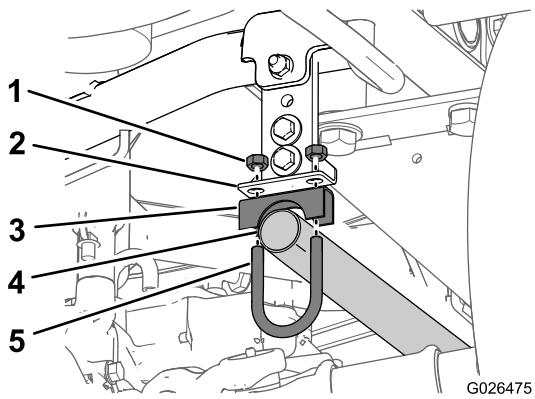

Figure 11
- À l'extrémité ouverte du tuyau d'échappement, soutenez le tuyau en assemblant légèrement un étrier (1-1/4 po), une assise d'étrier (1-1/4 po) et 2 écrous sur le tuyau et le support de tuyau d'échappement (Figure 11).
Remarque: Ne serrez pas le collier sur le support de tuyau d'échappement (Figure 11).